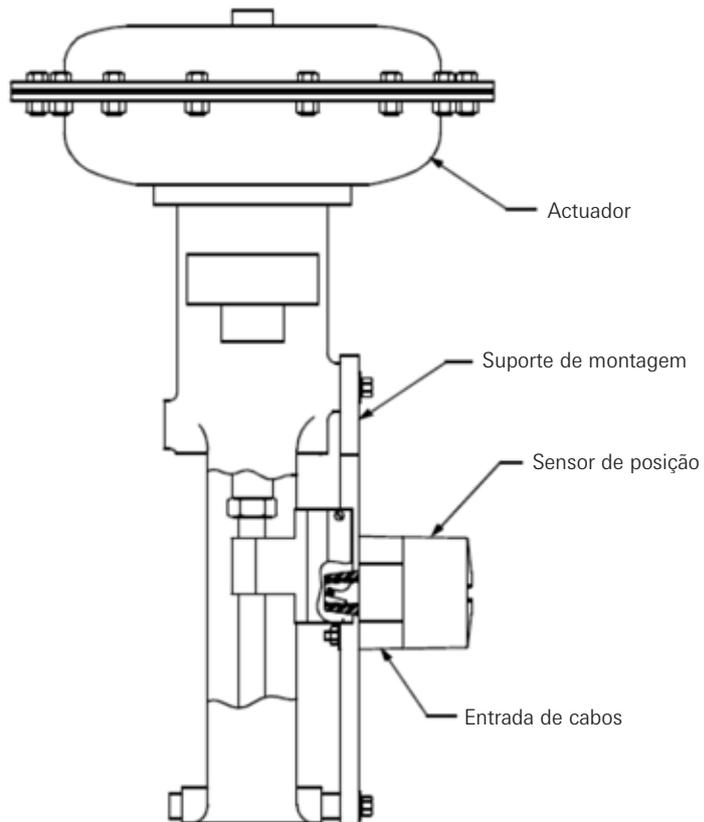

Figura 2-5
Passo 2. Montar a carcaça do sensor de posição de modo que a entrada de cabos fique mais afastada da membrana ou cilindro. (Consultar a Figura 2-5 A)